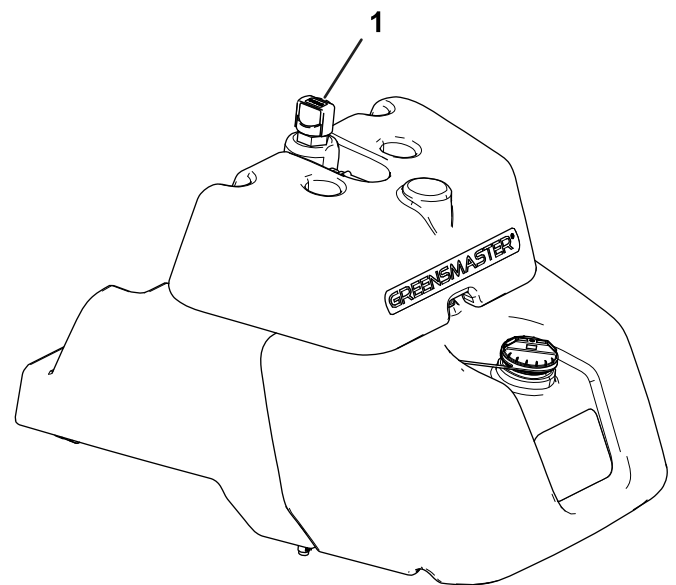

Figure 42
2. Trouvez la jauge sur le haut du réservoir hydraulique principal (Figure 42) et passez à l'opération 3.